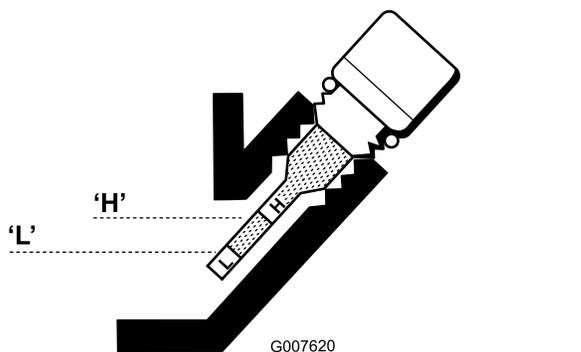

Рисунок 35
6. Если уровень низкий, долейте ровно столько масла, чтобы поднять уровень до области между метками "H" и "L" на щупе (Рисунок 35). Проверьте уровень масла.